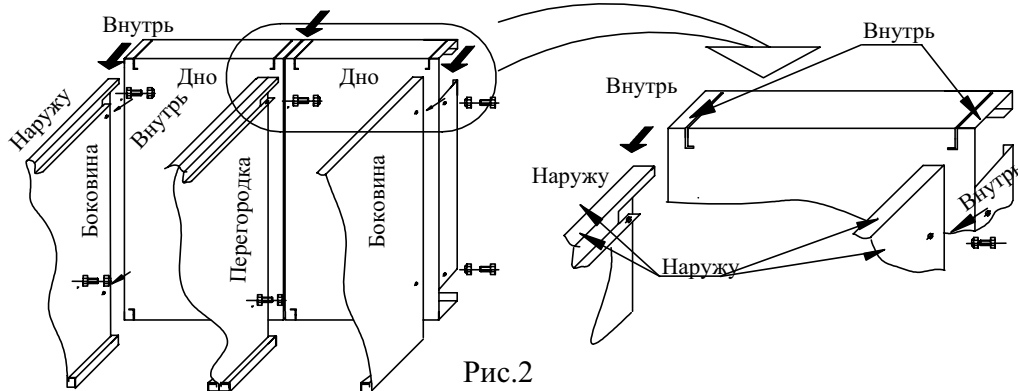

Рис.2
4.1.3. Разместить дно внизу будущего шкафа плоскостью внутрь шкафа так, чтобы в пазы на лицевой стороне и плоскости дна вошли отгибы боковых стенок (и перегородки - при сборке основного модуля с дополнительным). (Рис.2) Первым действием закрепить дно к левой боковой стенке на болтах (гайка внутри шкафа). При сборке ШРС22 или присоединении доп. секций к перегородке соединять одним болтом с гайкой сразу два дна.